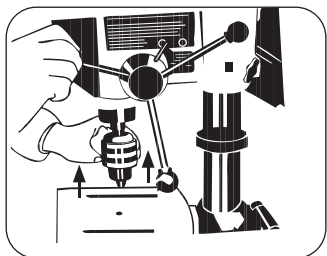

FIGURA 8.7
- Encaixe o eixo árvore ao eixo do mandril, pressionando para cima até que este e o eixo árvore sejam acoplados (Figura 8.7).